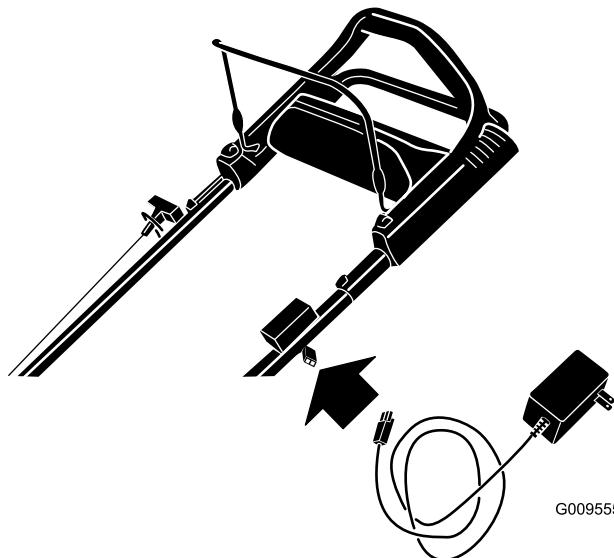

Figura 35
1. Collegate il caricabatterie al cablaggio situato sotto il pulsante di avviamento elettrico (Figura 35).